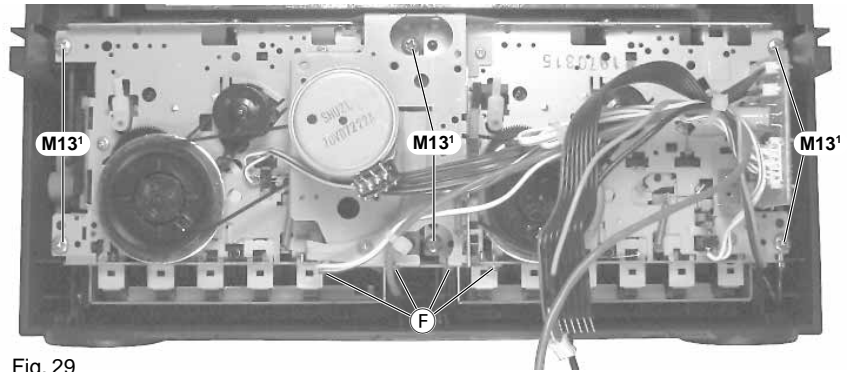
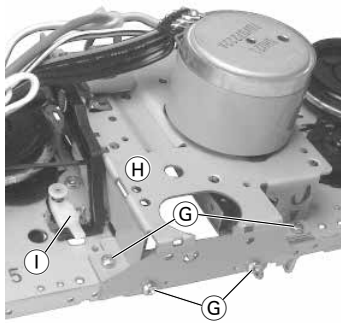

Fig. 29
Fig. 30
- 6 Schrauben M13' (Fig. 29) herauserschrauben und das Laufwerk abnehmen.
- Die 4 Schrauben F (Fig. 29), die 4 Schrauben G (Fig. 30) herauserschrauben und den Verbindungsrahmen H vorsichtig aushängen.
Achtung: Beim Aus- und Einbau des Verbindungsrahmens H auf den Pausenverriegelungshebel I achten (Fig. 30)!